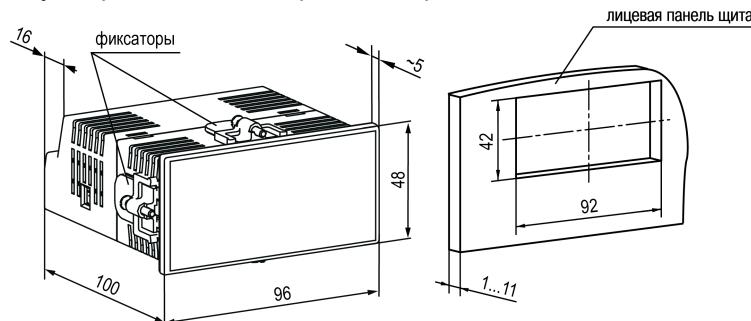

Рисунок 4.5 – Габаритные размеры корпуса Щ2 и монтажного отверстия в щите
- Подготовить в щите управления монтажный вырез для установки прибора с помощью шаблона из комплекта поставки (см. рисунок 4.5).